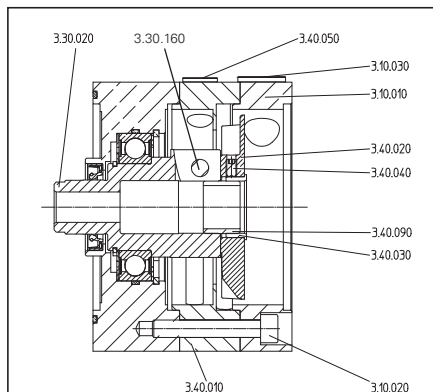

Figure 1 - sans arbre adaptateur
2.1 Montage du ventilateur sur réducteurs sans arbre adaptateur (figure 1)